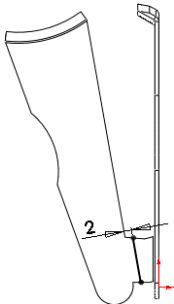

图 11-57 绘制草图并添加尺寸
- 06 单击【草图】选项卡中的【直线】按钮，绘制一条与镜像基体法兰边线平行的直线草图。并单击【尺寸/几何关系】工具栏中的【智能尺寸】，添加尺寸，如图 11-57 所示。